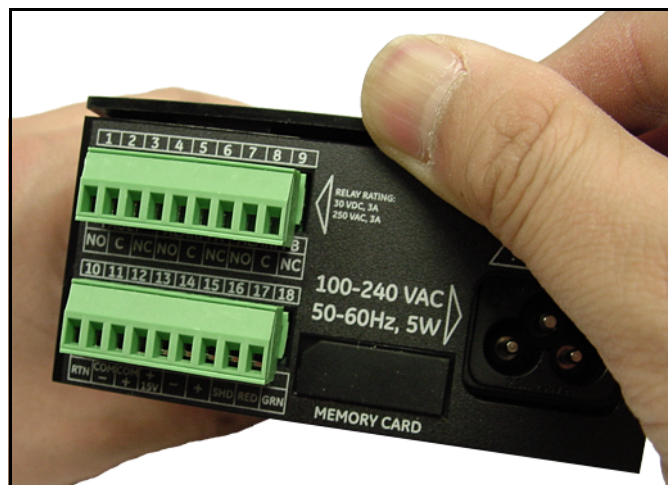

Figure 5: Abheben des hinteren Rands der Abdeckung
3. Heben Sie den hinteren Rand der oberen Abdeckung ab (siehe *Figure 5* unten).